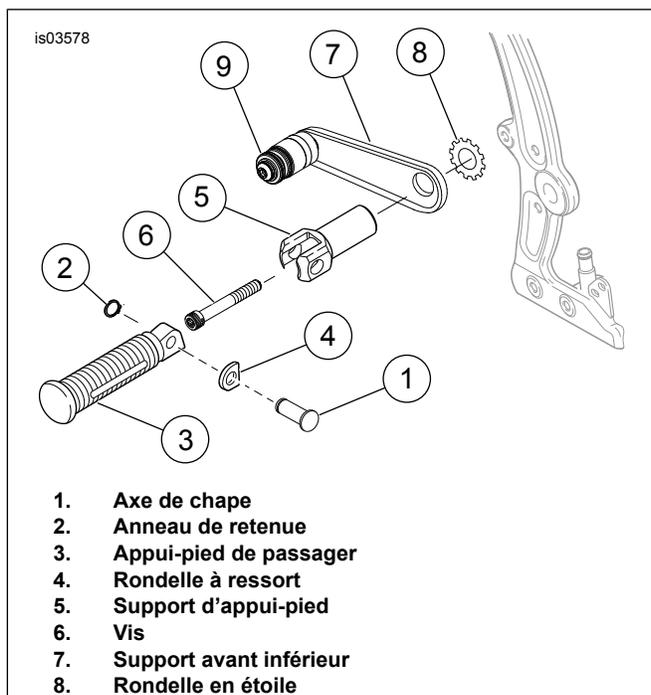

Figure 5. Installer l'appui-pied de passager
1. Voir Figure 5. Retirer l'axe de chape (1) et l'anneau de retenue (2) attachant l'appui-pied de passager (3) et la rondelle à ressort (4) au support d'appui-pied (5).
Voir Figure 5. Installer l'appui-pied de passager sur le support d'appui-pied à l'aide d'un axe de chape (1), d'une rondelle à ressort (4) et d'un anneau de retenue (2).